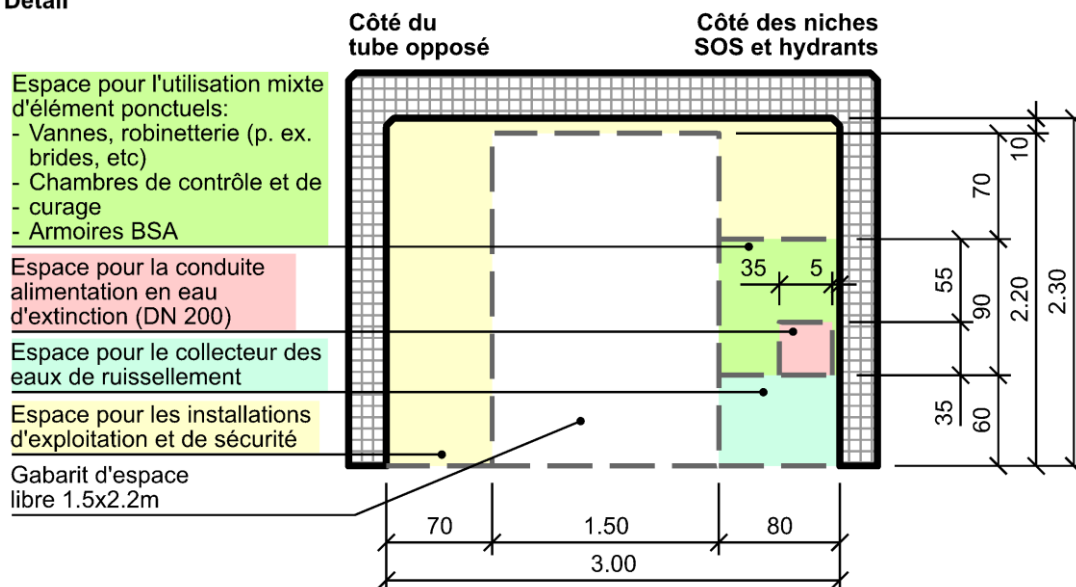

Figure 3: Gabarits d'espace libre dans la galerie technique (avec utilisation comme chemin de fuite)
- Le gabarit d'espace libre pour le chemin de fuite doit avoir une largeur minimale de 1.50 m et une hauteur minimale de 2.20 m (cf. Figure 3).